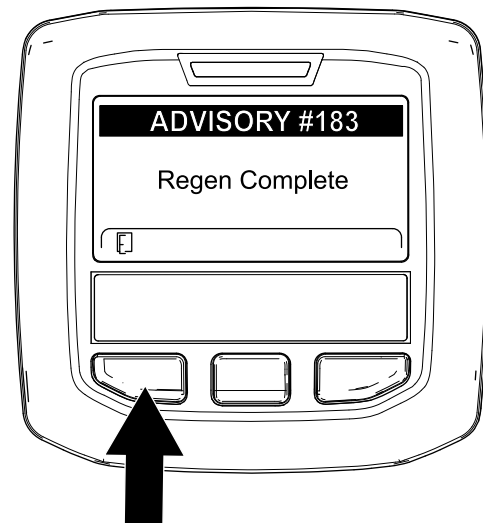

Figura 65
- Când computerul motorului finalizează o regenerare în stare de parcare sau de recuperare, InfoCenter afiează ADVISORY #183 (recomandarea nr. 183) (Figura 65). Apăsai butonul din stânga pentru a reveni la ecranul de pornire.
Notă: Dacă regenerarea nu se finalizează, InfoCenter afiează Advisory #184 (recomandarea nr. 184) (Figura 65). Apăsai butonul din stânga pentru a reveni la ecranul de pornire.